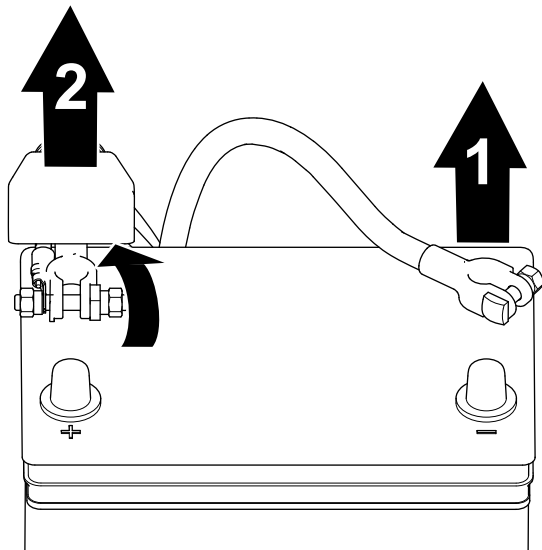

Figura 38
2. Rimuovete il cavo negativo della batteria dal polo della batteria (Figura 38).
3. Sollevate l'isolamento e rimuovete il cavo positivo della batteria dal polo della batteria (Figura 38).